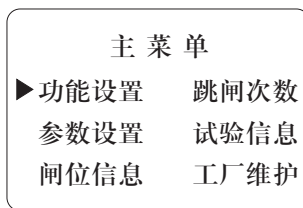
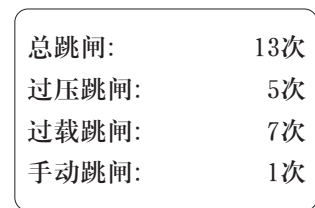

图10
图12
- 2) 【菜单】: 可用于进入菜单, 在设置及密码输入状态时做光标确定使用。如图10所示。进入菜单后, 在闸位信息记录中, 按【移位】、【递增】键, 可查询最近几次的跳闸信息。如图10-11显示, A相电流过载跳闸, 跳闸时最大电流值425A, 跳闸时间2020年08月12日18时16分20秒。进入菜单, 选中跳闸次数, 进入跳闸次数查询状态。显示跳闸次数参数。如图12, 所示为总跳闸13次, 过压跳闸5次, 过载跳闸7次, 手动跳闸1次。